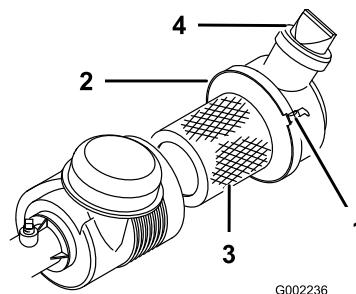

Figura 38
Inspeccione la carcasa del limpiador de aire por si hubiera daños, que podrían causar una fuga de aire. Compruebe que el tapón anti-polvo está firmemente sellado contra el limpiador de aire. Cambie la carcasa del limpiador de aire si está dañada. Apriete la válvula (Figura 38) antes de cada uso para limpiarla de polvo y residuos. Revise el filtro del limpiador de aire cada 100 horas.
3. Abra el enganche del limpiador de aire que fija la tapa del limpiador de aire a la carcasa del limpiador de aire (Figura 38) y separe la tapa de la carcasa.
- Cierre los enganches (Figura 38).
- Instale la tapa con la válvula orientada hacia abajo y cierre los enganches (Figura 38).